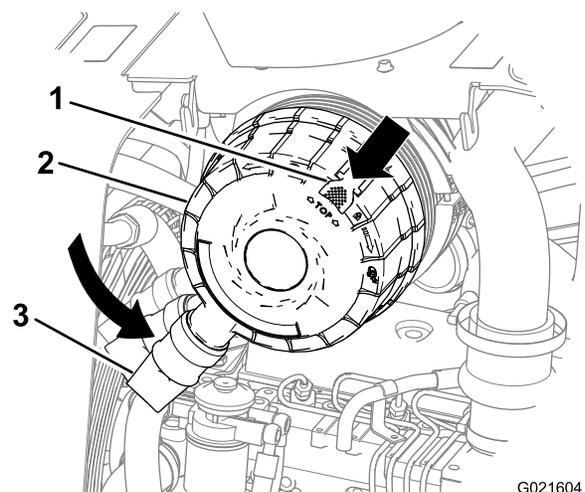

Figura 48
3. Gire a tampa do filtro no sentido anti-horário até que o protetor de poeira esteja na posição de 7 horas (Figura 48).